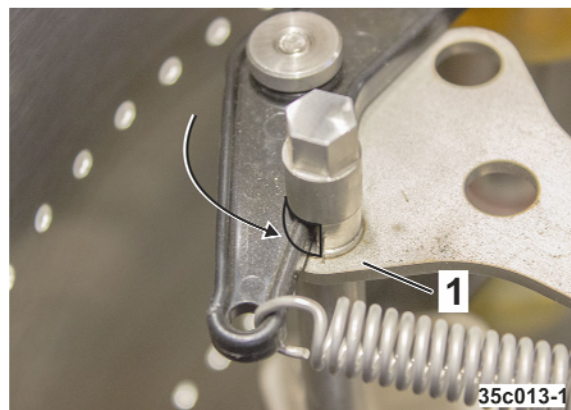

Fig. 334
4. Le levier d'actionnement doit s'enclencher complètement dans la rainure (Fig. 334/1).